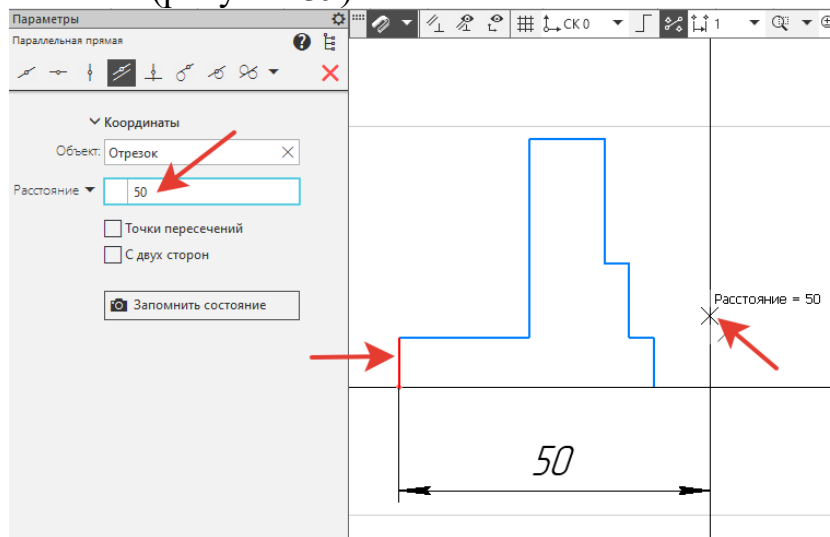

Рисунок 39.
3. На инструментальной панели **Геометрия** -  **Вспомогательная параллельная прямая** от левого края откладываем - **50**, это вертикальная центральная осевая линия (рисунок 39).